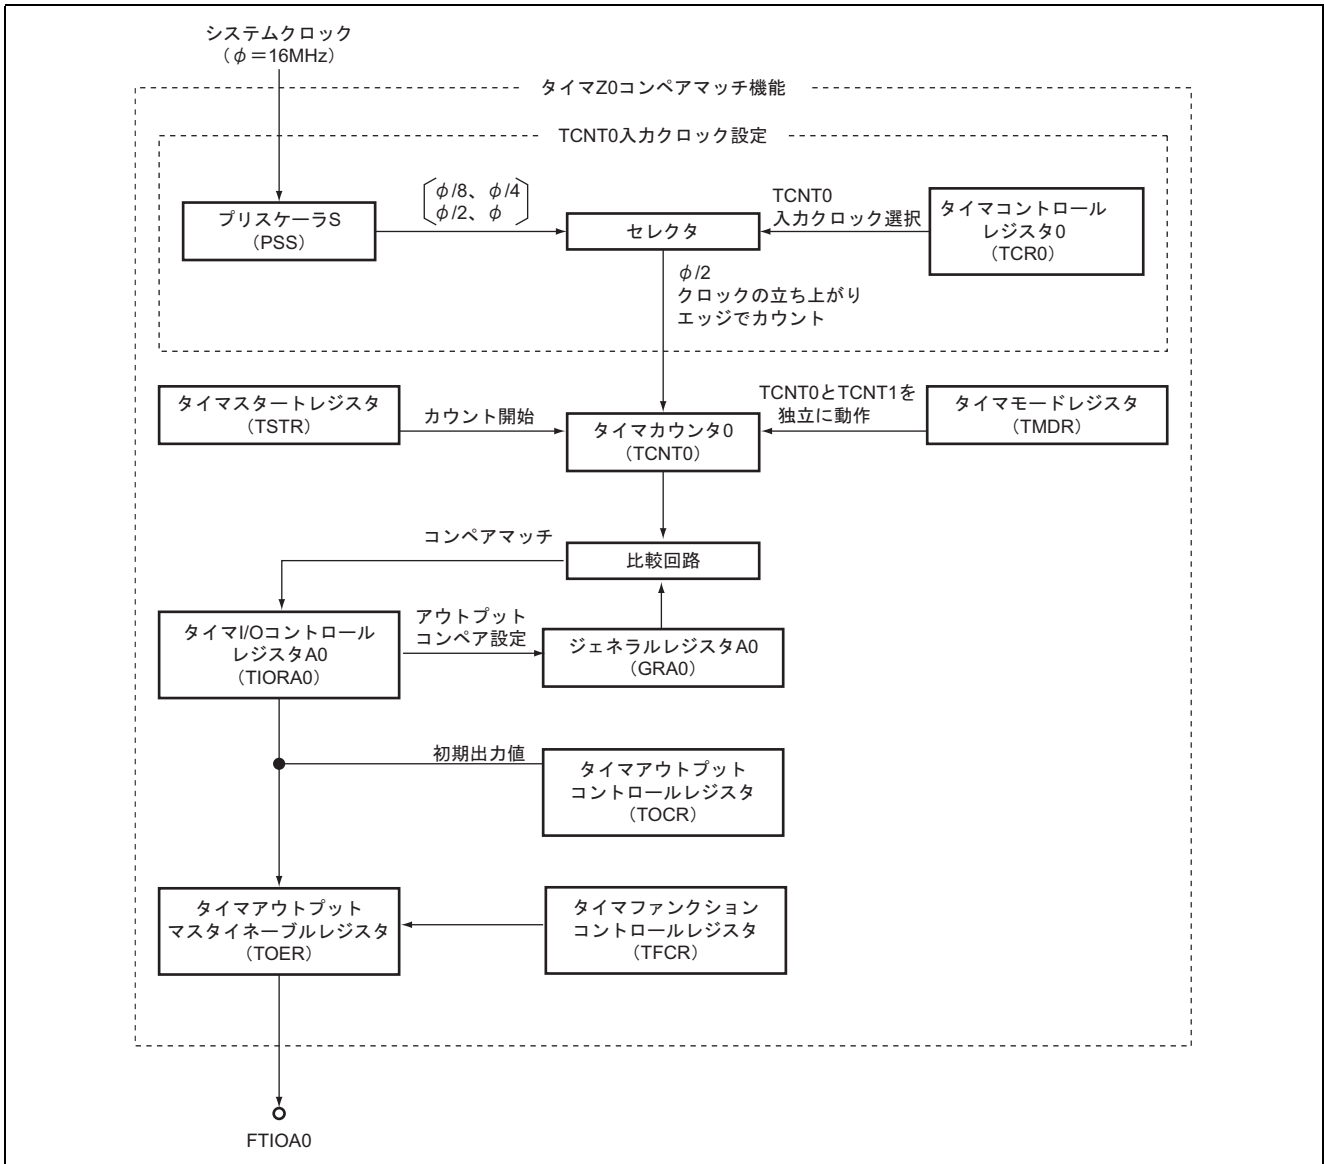

図 2.1 タイマ Z0 コンペアマッチトグル出力のブロック図
1. 本タスク例では、タイマ Z のタイマカウンタ 0 (TCNT0) が、コンペアマッチしたとき、出力端子からトグルに出力します。タイマ Z のブロック図を図 2.1 に示します。以下にタイマ Z のブロック図について説明します。